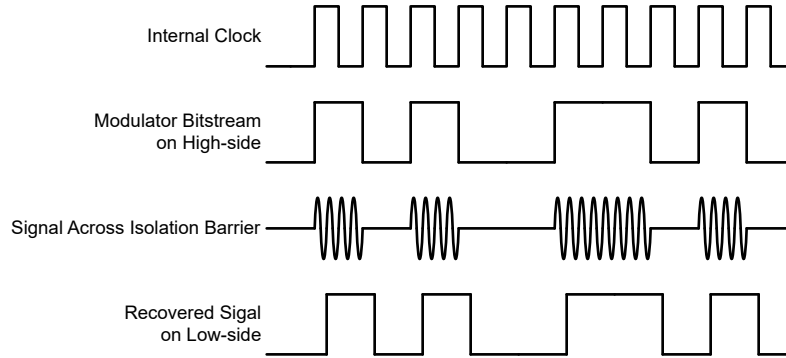

图 7-1. 基于 OOK 的调制方案
AMC3311 使用开关键控 (OOK) 调制方案 (如图 7-1 所示)，跨过基于 SiO₂ 的隔离栅来传输调制器输出比特流。功能模块图 中描述的发送驱动器 (TX) 跨过隔离栅发送一个内部生成的 480MHz 载波来表示数字一，不发送信号则指示数字零。